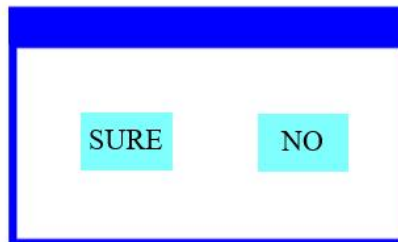

Abb. 5 Eingabefenster bestätigen
- Die wichtigen Parameter werden über das Bestätigungsfenster eingestellt, wie in Abbildung 5 unten dargestellt: